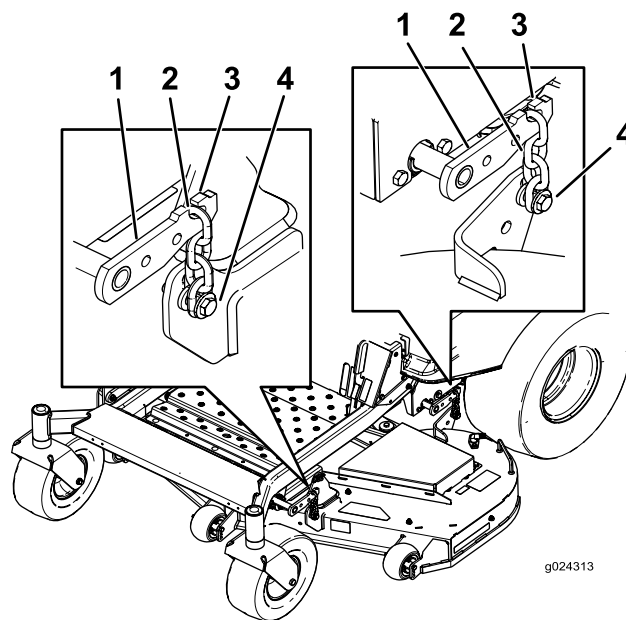

Figura 65
5. Afloje los pernos de ajuste en las cuatro esquinas, hasta que la carcasa quede bien asentada sobre los cuatro bloques (Figura 65).
6. Asegúrese de que las cuatro cadenas están tensadas (Figura 65).
7. Apriete los cuatro pernos de ajuste (Figura 65).